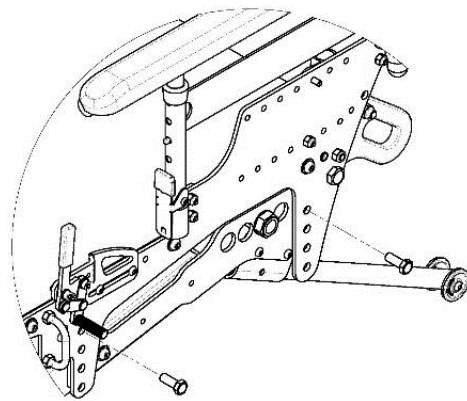

Fig. 18 Justering af sædehøjde - montering af bolte.
1. Fjern de bolte og møtrikker, der forbinder den øvre og nedre ramme (fig. 18) ved hjælp af ringgaffelnøgle.